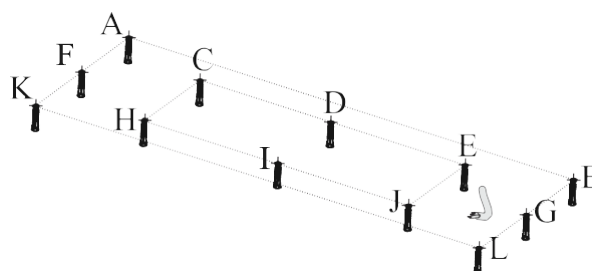

Fig. 23
4. ➔ Ta bort installations-plattan från ytan. Slå in 010 mm pluggar i hålen du borrade (Fig. 23).